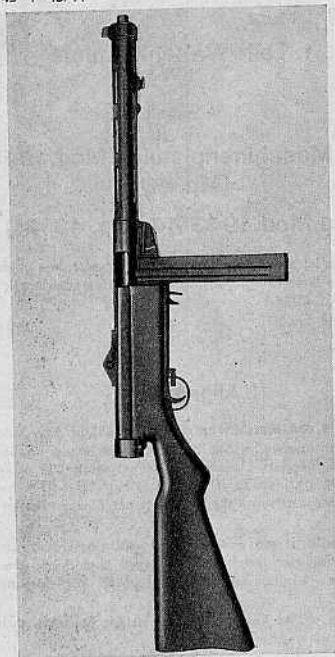

Fig. 1a
- Lauf** (4) ausgebohrt auf ein Kaliber von 9 mm, mit 6 Feldern und Zügen. Er ruht hinten im Lauflager des Verschlusskastens und wird vorn durch das Mantelrohr festgehalten.
- Mantelrohr** (5) mit Schlitzen zur Kühlung des Laufes. Es trägt den Kornträger mit dem Korn (6), den oberen Riemenbügel (7) und bei Mod. 43/44 den Bajonetthalter (Fig. 1a).
- Verschlusskasten** (9). Zur Führung des Verschlusses ist im oberen Teile des Verschlusskastens eine Führungsschiene angebracht; vorn befinden sich der Auswerfer (10) und die Auswurföffnung (11).